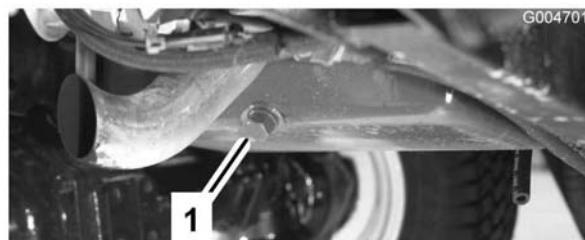

Figure 49
- Enlevez un des bouchons de vidange (Figure 49) et laissez couler l'huile dans un bac de vidange. Remettez le bouchon quand toute l'huile s'est écoulée.